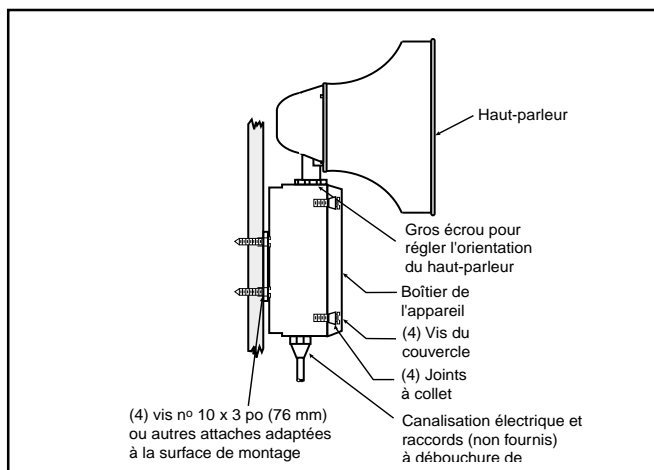

Figure 2. Montage de l'Adaptatone
1. Installer l'Adaptatone comme illustré sur la figure 2.
- Fixation sur une surface plane.** Fixer l'appareil sur la surface de montage par les quatre (4) orifices de la plaque de fixation, à l'arrière du boîtier. Utiliser les vis à bois n° 10 x 3 po (76 mm) (fournies en vrac) ou d'autres pièces de quincaillerie (non fournies) appropriées à la surface de montage.
- Fixation sur un tube rigide.** Desserrer les (4) vis du couvercle du boîtier de l'appareil puis retirer le couvercle.
- Pour régler l'orientation du haut-parleur, desserrer le gros écrou (Fig. 2) et tourner le haut-parleur jusqu'à la position voulue. Resserrer l'écrou et tourner le haut-parleur légèrement vers la droite pour le bloquer en place.